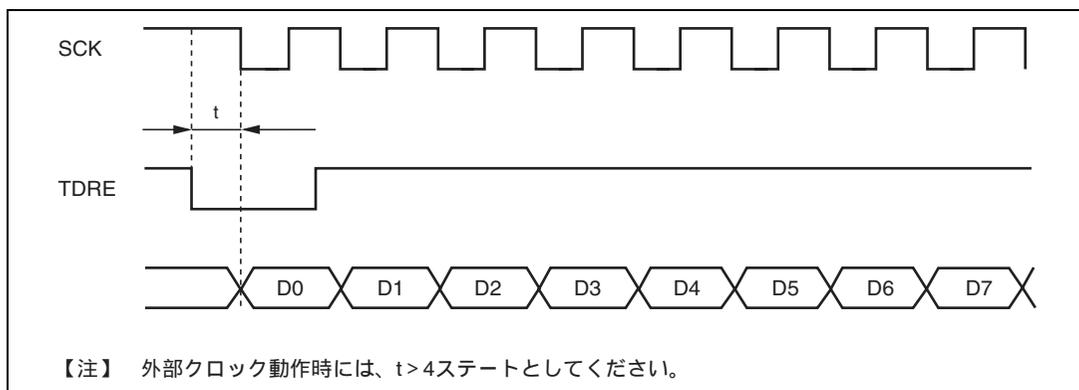

図 13.22 DMAC によるクロック同期式送信時の例
- (1) 同期クロックに外部クロックソースを使用する場合、DMACによるTDRの更新後、φクロックで5クロック以上経過した後に、送信クロックを入力してください。TDRの更新後4ステート以内に送信クロックを入力すると、誤動作することがあります。(図13.22)
- (2) DMACにより、RDRのリードを行うときは必ずDTCRのDTS2~DTS0ビットで起動要因を当該SCIの受信データフル割り込み(RXI)に設定してください。